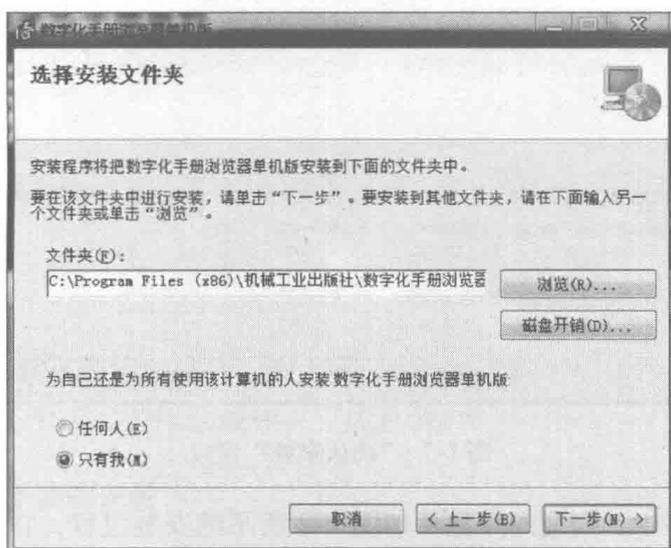

图 1-5 “选择安装文件夹”窗口
5) 进入图 1-5 所示的“选择安装文件夹”窗口。系统推荐的安装目录是“C:\Program Files(x86)\机械工业出版社\数字化手册浏览器单机版”, 如果同意安装在此目录下, 单击“下一步”按钮。如果希望安装在其他的目录中, 单击“浏览”按钮, 在弹出的对话框中选择合适的文件夹。根据具体情况选择浏览器是个人使用(单击“只有我”单选框)还是任何人使用(单击“任何人”单选框), 然后单击“下一步”按钮。